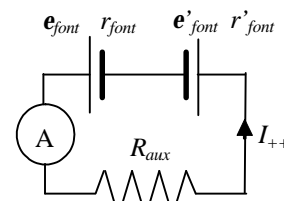

Figura 12
5. Si muntéssim el circuit de la figura 12 (No cal que ho feu) observaríeu que la tensió de la segona font prendria el mateix valor que el de la primera sense haver mogut el seu control de voltatge. A més veuríeu que al moure el control de tensió de qualsevol de les dues fonts els voltatges variarien simultàniament per un efecte d'acoblament. La conclusió, per tant és que una font de tensió no es comporta com una pila reversible, que pot donar i absorbir energia.
5. Munteu el circuit de la figura 12, mesureu la intensitat I_{++} i comproveu que es verifica la fórmula 8, que en aquest cas s'escriu com: